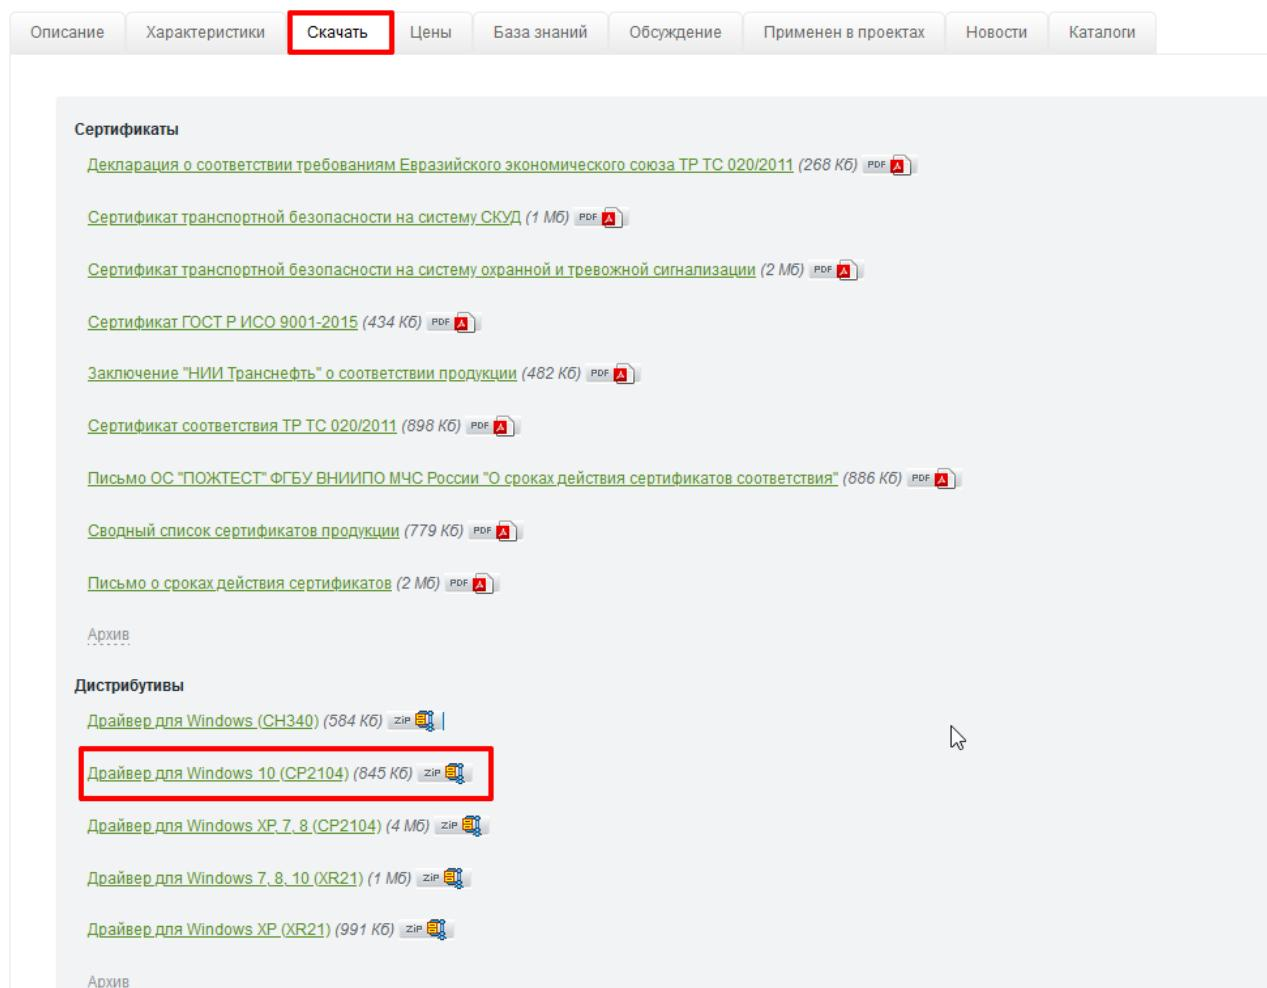

Рисунок 9 – Окно загрузки драйвера для сервисного переходника
3. Установить драйвер для переходника. Скачать его можно по адресу <https://bolid.ru/production/orion/interface-converter/usb-rs485.html#download> (Рисунок 9).